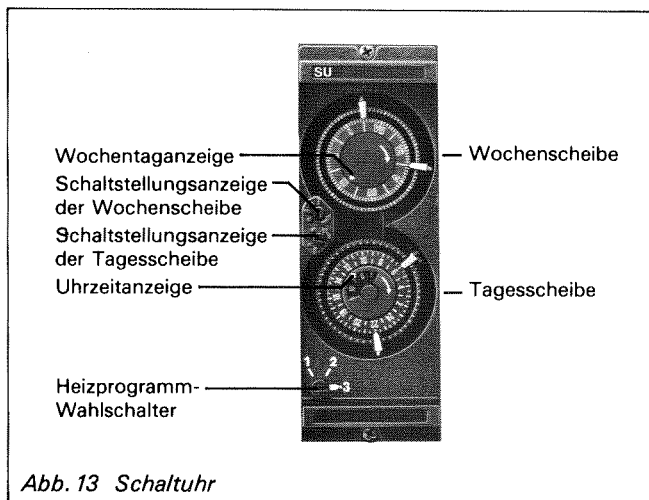

Abb. 13 Schaltuhr
6. Heizprogramm-Wahlschalter einstellen (Abb. 13)
8. Schaltuhr einstellen (Abb. 13)